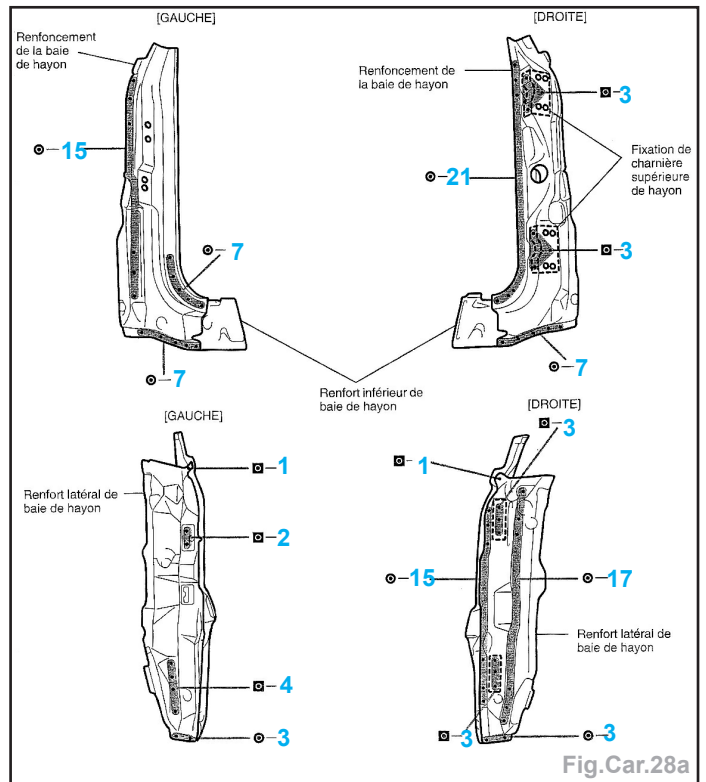

Fig.Car.28a
- à la pointeuse électrique (Fig.car.28a),